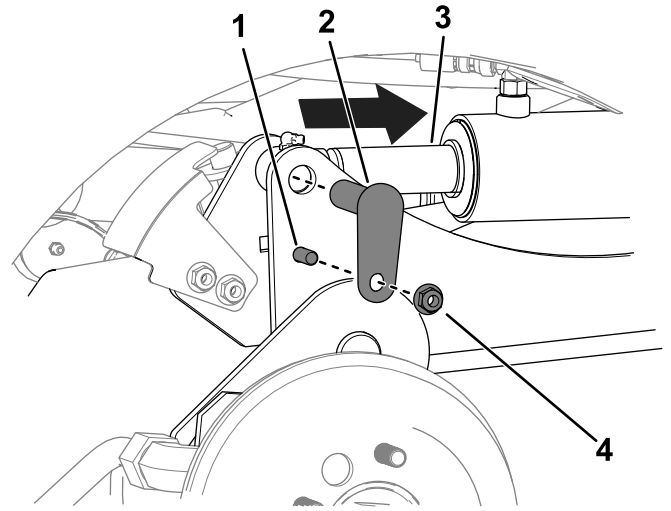

图 11
C. 使用冲头将油缸杆孔与提升臂孔对齐图 11。
- D. 用 2 个螺栓 $\frac{3}{8}$ x $1\frac{1}{4}$ 英寸、2 个螺母 $\frac{3}{8}$ 英寸和 2 个小销钉将提升臂固定到油缸上图 11。